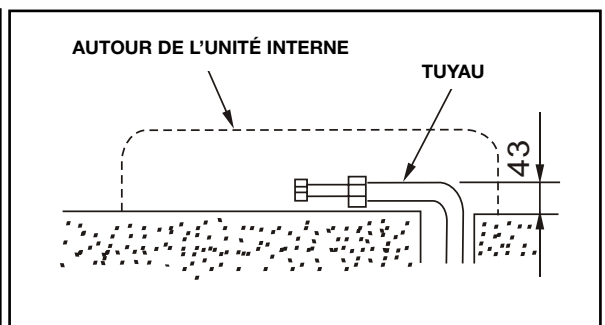

fig.5
3. Tracer les repères indiqués par la figure sur les tuyaux. Plier le tuyau de connexion en s'assurant qu'il se trouve à 43 mm du mur au maximum (fig. 5).